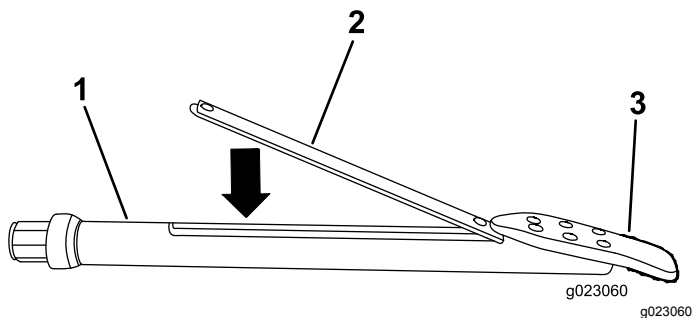

Figura 59
3. Introduza o transmissor no alojamento com a extremidade dianteira voltada para a pá de perfuração (Figura 59).